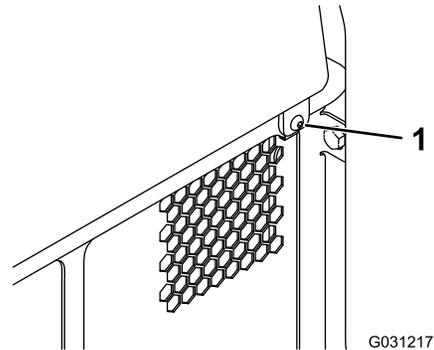

Bild 41
1. Entfernen Sie die Befestigungen (Bild 41).
2. Heben Sie die hintere Abdeckplatte an, um die internen Teile zugänglich zu machen (Bild 41).